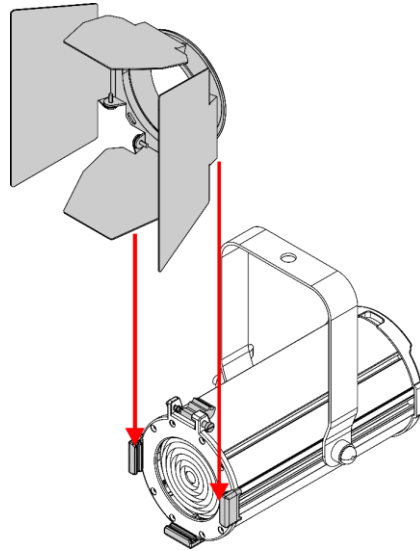

Fig. 08
- 02) Inserte el Barndoor en las **monturas para el soporte de filtros de colores (04)** (véase la Fig. 08).